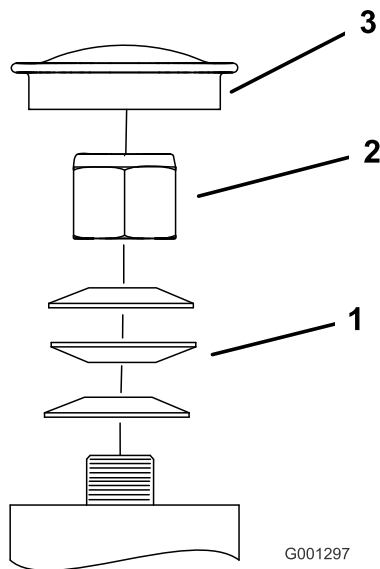
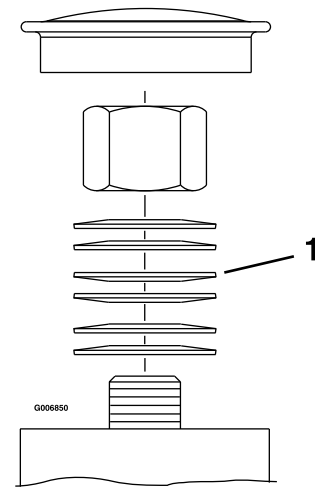

Figura 54
Figura 55
3. Retire el tapón guardapolvo de la rueda giratoria y apriete la contratuerca hasta que las arandelas de muelle estén planas, luego aflójela $\frac{1}{4}$ de vuelta para establecer correctamente la precarga de los cojinetes (Figura 54 y Figura 55).
Importante: Asegúrese de que las arandelas de muelle están correctamente instaladas, según se muestra en la Figura 55 y en la Figura 54.